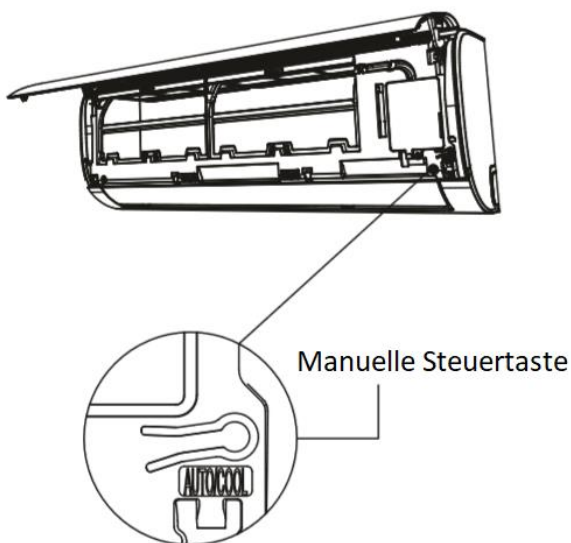

Fig. 8.1
2. Die Taste MANUAL CONTROL befindet sich auf der rechten Seite des Geräts. Drücken Sie zweimal, um die KÜHL-Funktion auszuwählen. Siehe Abb. 8.1.